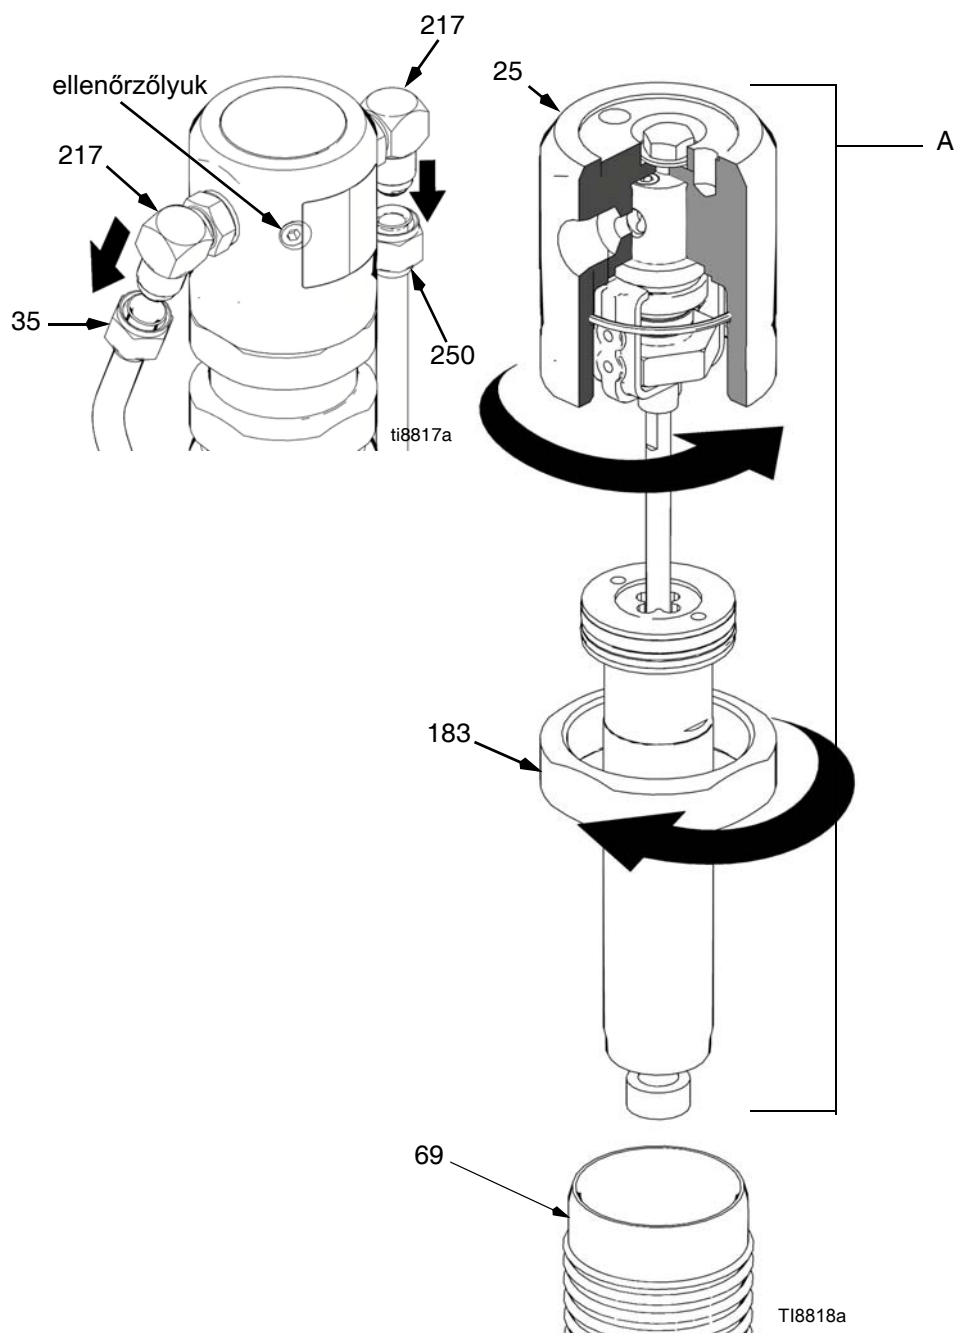

FIG. 7
4. FIG. 7. Vegye le a hidraulikus motor fenti jobb és bal oldalán található hidraulikus vezetékeket (35, 250) a csatlakoztatóról (217).
5. Lazítsa meg az ellenanyát (183).
6. Csavarja ki és távolítsa el a hidraulikus motor fedelét (25).
7. Csúsztassa ki a dugattyúrúdat / hidraulikus motorfedő szerkezetet (A) a hidraulikus motor hengeréből (69).